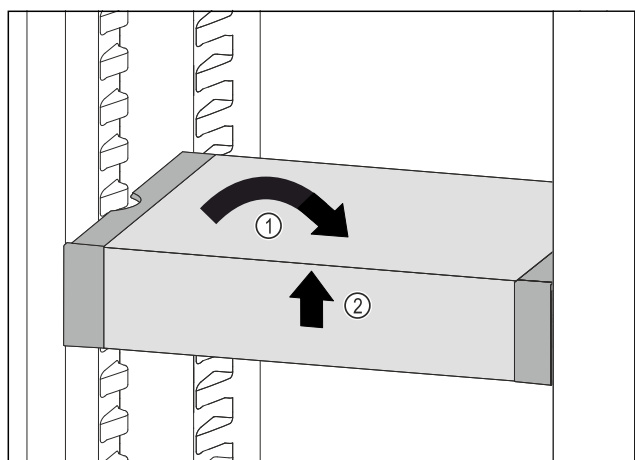

Fig. 127
- ▶ VarioSafe gerade stellen. Fig. 127 (1)
- ▶ VarioSafe vorne anheben. Fig. 127 (2)